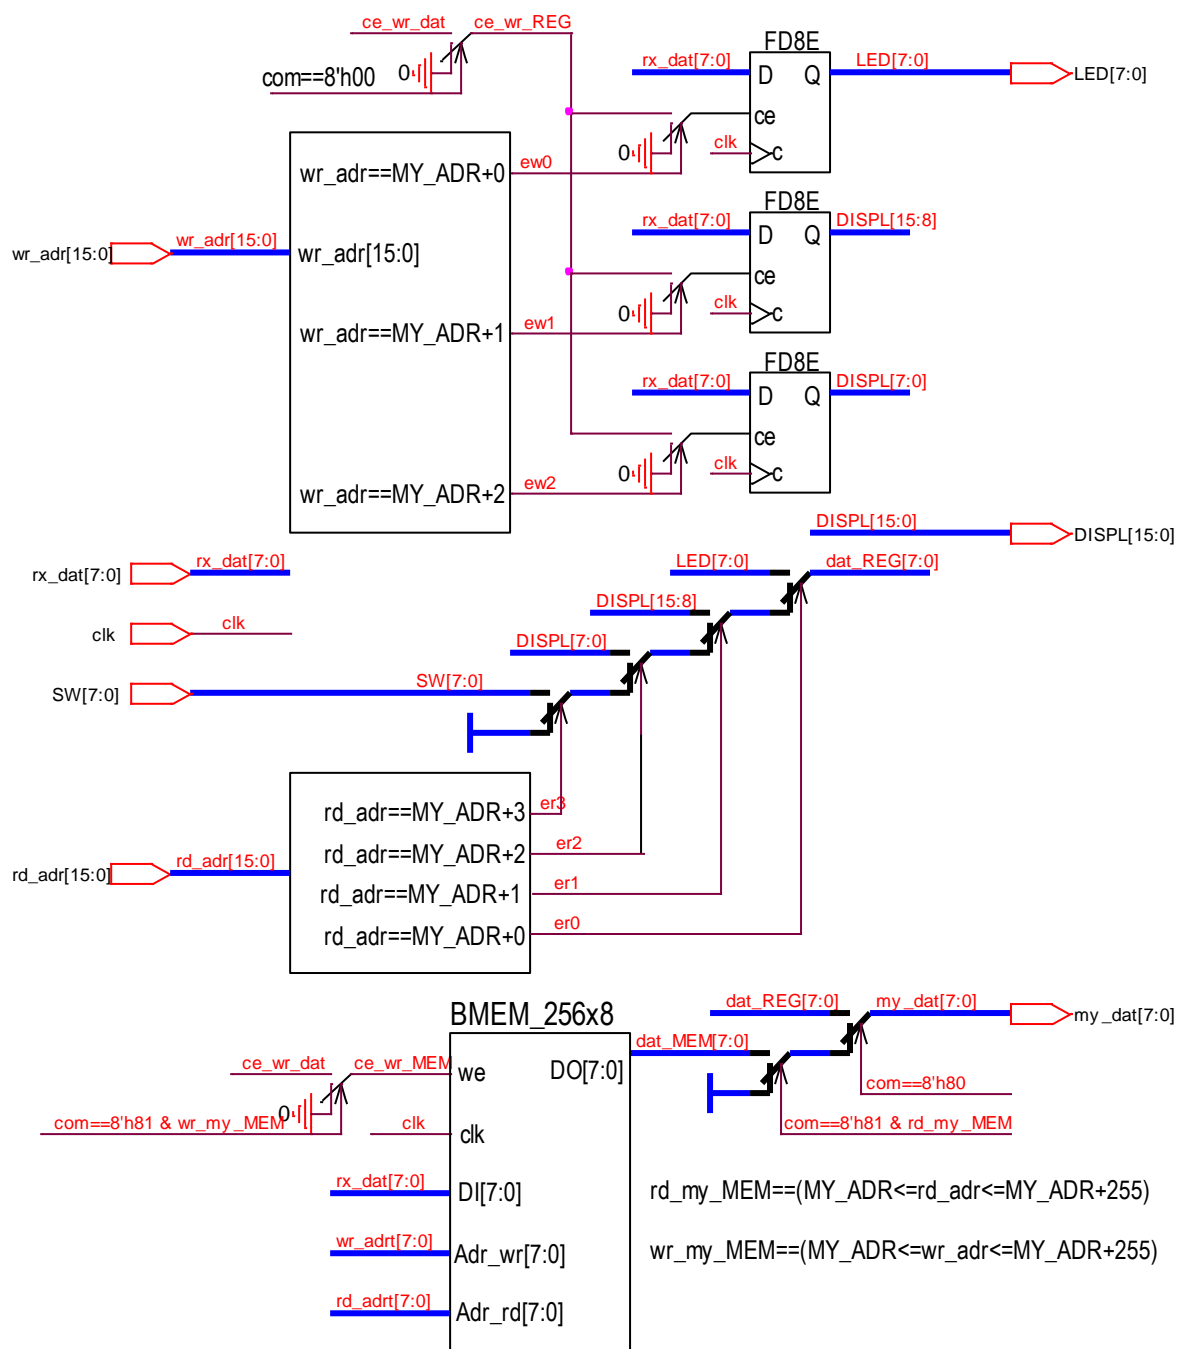

Рис.8 Пример структурной схемы модуля my_BLOCK
- 2.5 Начертить структурную схему модуля my_BLOCK (рис.8).
4.2 Составить на Verilog-е схему модуля my_BLOCK (см. рис.8) Создать модуль my_BLOCK. При необходимости провести моделирование его работы.